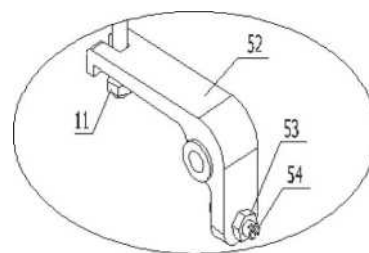

Рис. 4
5.2. Винт 53 на Рис. 4 используется, чтобы настроить функционирование тележки. Когда вилы тележки опускаются сразу же после подъема груза, то Вам следует повернуть (против часовой стрелки) винт 53. Затем пробуйте снова до тех пор, пока тележка будет поднимать груз нормально. Если вилы тележки не могут опустить груз после подъема, то Вам следует немного повернуть винт 53 в обратном направлении. Таким образом пробуйте управлять тележкой снова до тех пор, пока груз не будет опускаться нормально. Внешняя шестигранная гайка 54 на винте 53 исполняет фиксирующую функцию в данном узле тележки. Поэтому Вам следует открутить шестигранную гайку 54 перед настройкой состояния тележки и завинтить гайку 54 после завершения настройки.